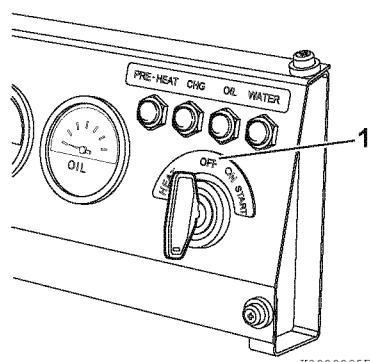
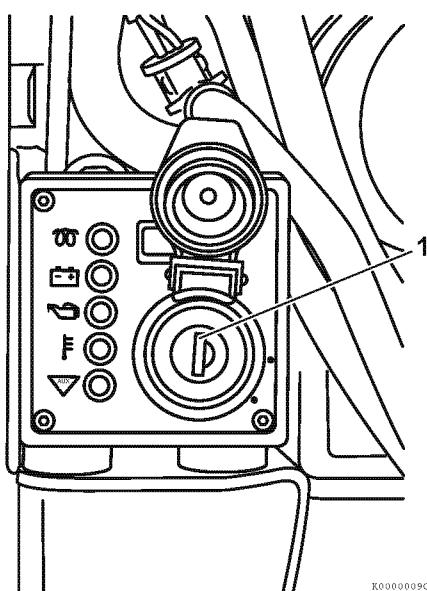

Рисунок 7
Рисунок 6
4. Поверните ключ в положение OFF (1, Рисунок 6) или (1, Рисунок 7) и выньте его из замка зажигания.